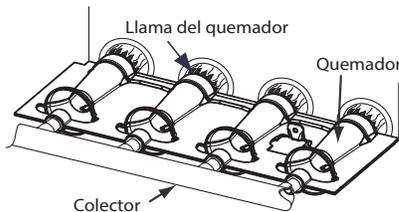

Fig. 65 – Llama del quemador
- c. Cuando obtenga la entrada correcta, vuelva a colocar los tapones que cubren los tornillos de ajuste del regulador de la válvula de gas. La llama del quemador principal debe ser de color azul claro, casi transparente. Consulte la Fig. 65.